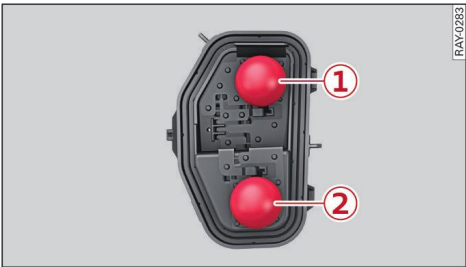

Fig. 219 Portalámparas: Posición de las lámparas
- ▶ Retire el portalámparas de la carcasa ⇒ fig. 219.